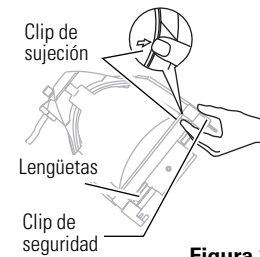

Figura 3
4. Posicione el anillo para girar la lente con el clip de sujeción que se encuentra en la parte superior de la unidad directamente debajo del clip de seguridad. Ver la **Figura 3**.